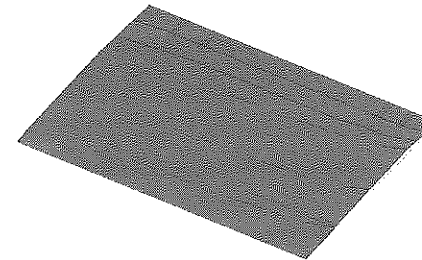

Figura A.13 – Terreno em 3D.
- Selecione na barra de acesso rápido - ícone da casinha - **Vista 3D padrão** e mude a visualização para **Sombreado**. O desenho deve ficar semelhante ao da Figura A.13.